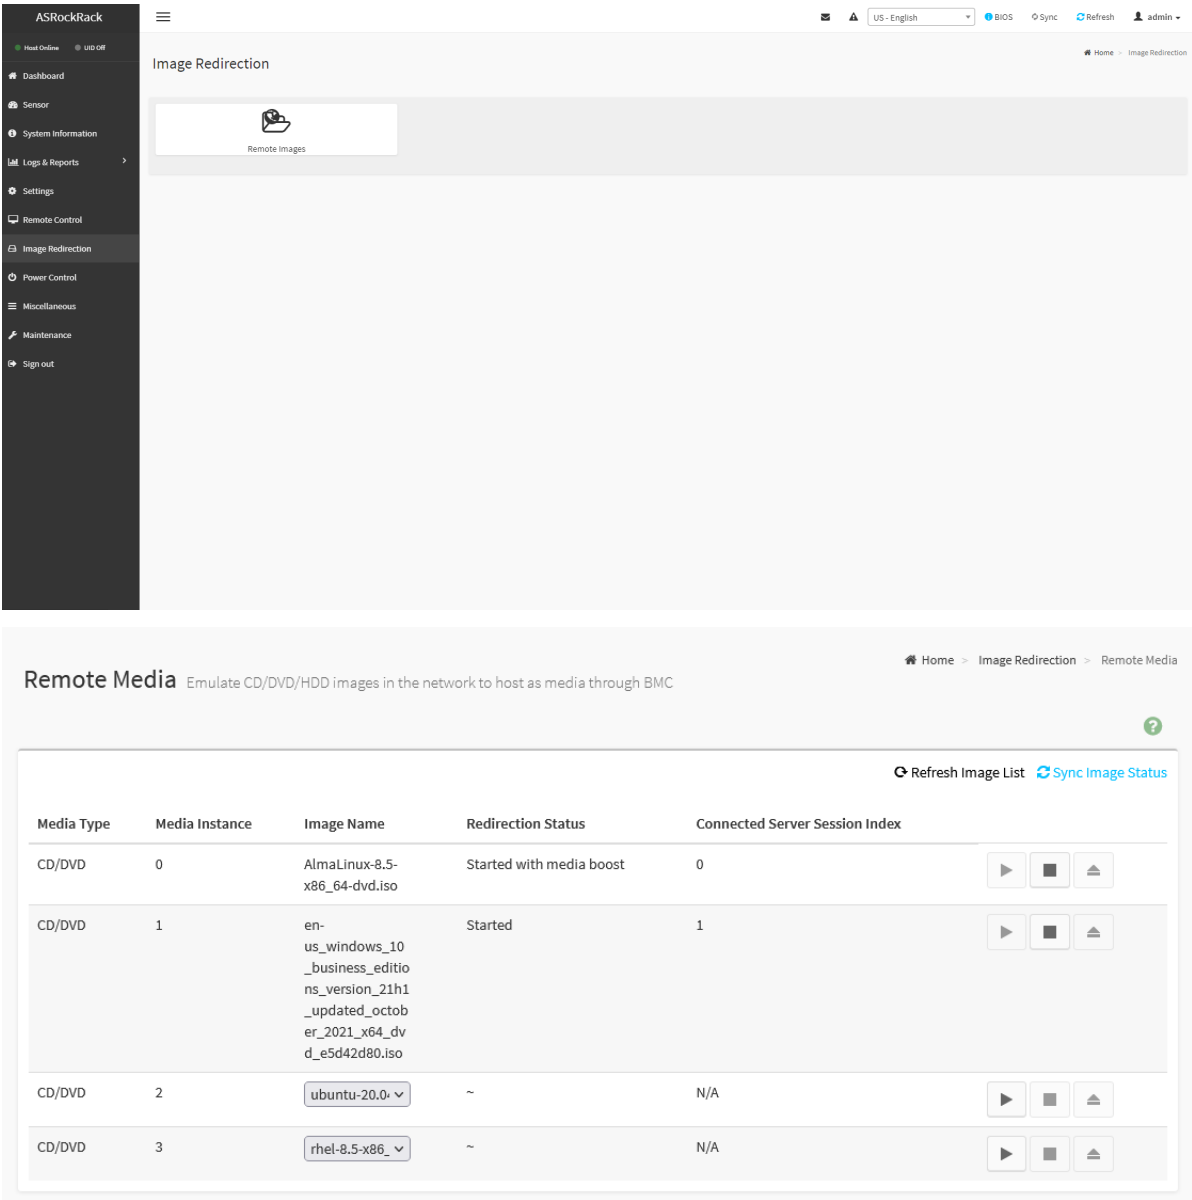

Рис. 120. Окно «Remote Images»
4) Пройдите во вкладку «Image Redirection» → «Remote Images» в данной вкладке осуществляется настройка образа в BMC. Окно показано на рис. 120 Окно «Remote Images»